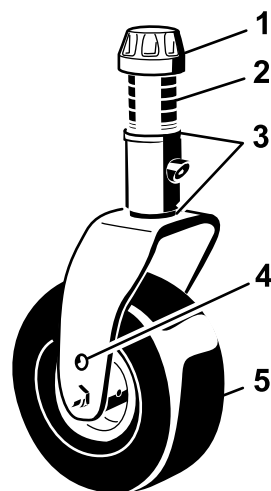

Figura 22
1. Coloque los ejes de las ruedas giratorias en el mismo taladro en todas las horquillas (Figura 22 y Figura 24).
2. Retire el casquillo tensor del eje y deslice el eje fuera del brazo de la rueda giratoria (Figura 22).